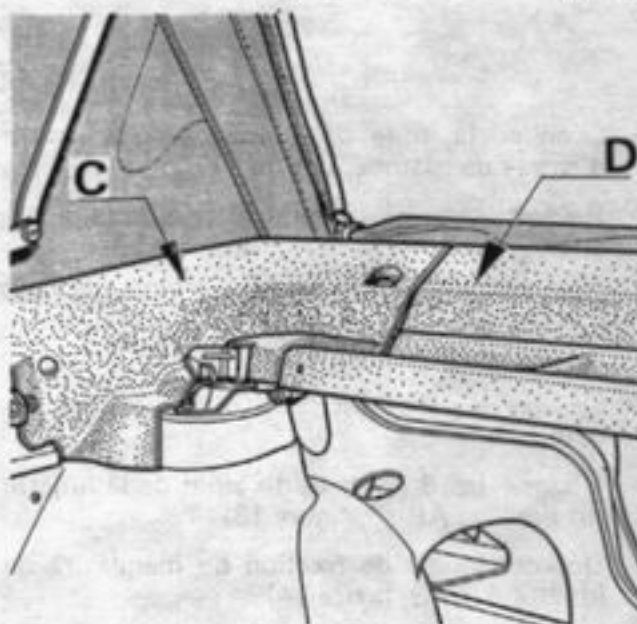

Figure 9
- Déposer le garnissage plastique de plage AR, (C et D, figure 9)